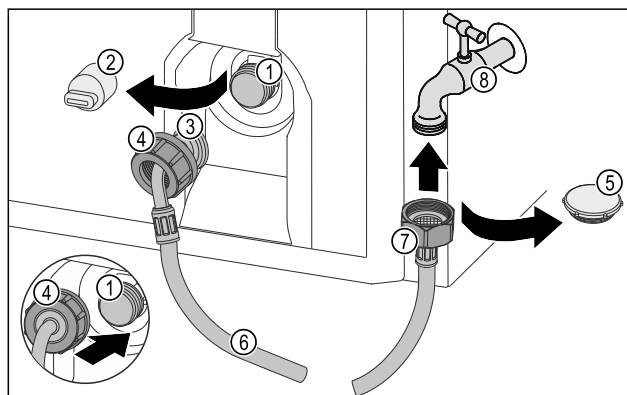

Fig. 32
- ▶ Uzavírací víčko Fig. 32 (5) odstraňte.
- ▶ Rovný konec hadice Fig. 32 (7) připojte k vodovodnímu kohoutku Fig. 32 (8).
- ▶ Utáhněte matici na rovném konci hadice Fig. 32 (7) ve směru hodinových ručiček.